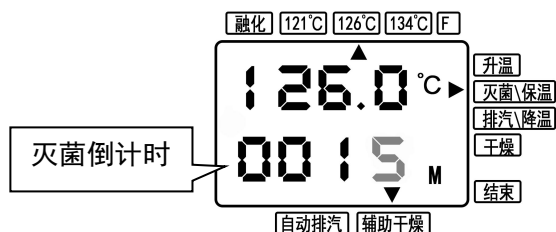

图 20
(2) 当灭菌室温度升至设定温度后，进入于灭菌保温过程，并开始灭菌倒计时（图 20）。